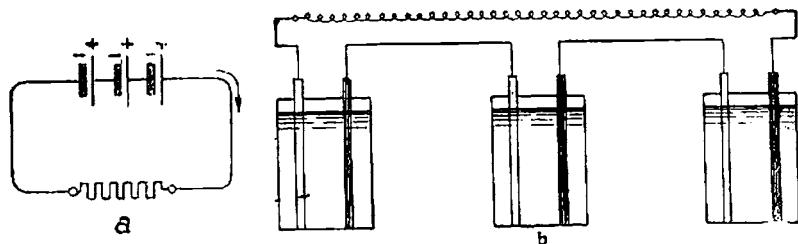

Fig. 29. a, b. — Forțe electromotoare în serie
18. Legarea forțelor electromotoare. Să legăm mai multe surse de curent electric, (pile, etc.), ca în fig. 29, în aşa fel ca borna + a uneia să fie legată cu borna — a sursei următoare și aşa mai departe.